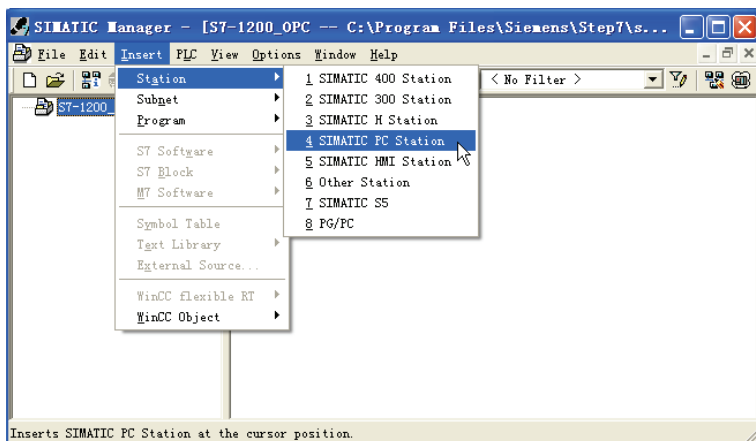

图 10-37 插入 PC Station
1) 在 STEP7 中新建项目，组态 PC Station。打开 STEP7 并新建一个项目：“S7-1200_OPC”，通过“Insert”→“Station”→“SIMATIC PC Station”插入一个 PC 站，PC 站的名字为“SIMATIC PC Station(1)”。如图 10-37 所示。